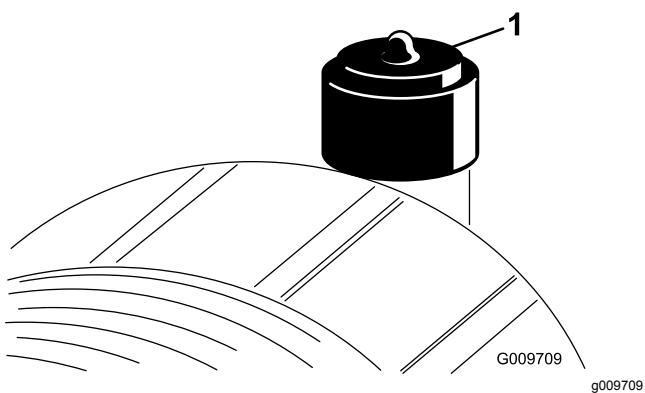

Figura 75
Faça a manutenção ao filtro de ar apenas quando o indicador de manutenção o exigir (Figura 75). Mudar o filtro de ar antes de ser necessário apenas aumenta a possibilidade de entrar sujidade no motor quando retira o filtro.
2. Reinicie o indicador (Figura 75) se este se apresentar vermelho.